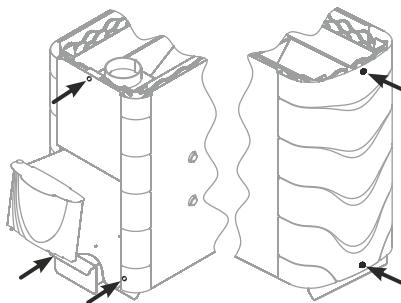

Рисунок 8. Демонтаж конвектора печи «Тунгуска XXL 2013»
2. Снять кожух-конвектор, открутив 5 саморезов (рисунок 8)